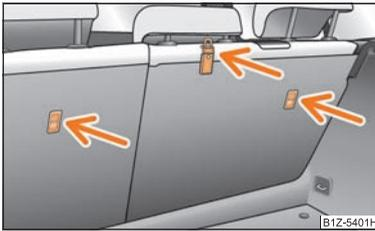

Fig. 148 Siège AR: Top Tether
⇒ fig. 148.
- **Ne fixez les sièges pour enfants avec le système « Top Tether » qu'aux endroits prévus à cet effet ⇒ fig. 148.**